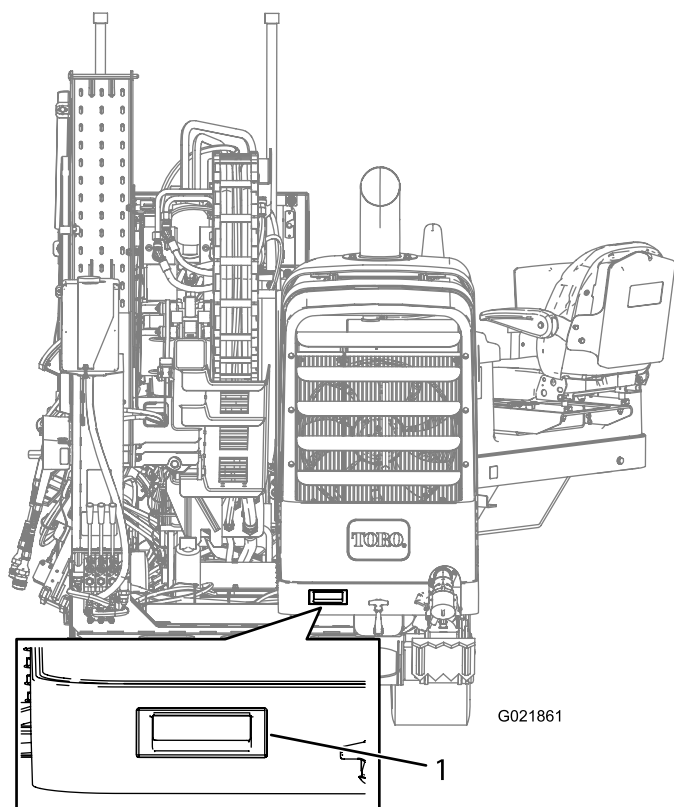

Figura 98
3. Levante a maçaneta como mostrado na Figura 98.